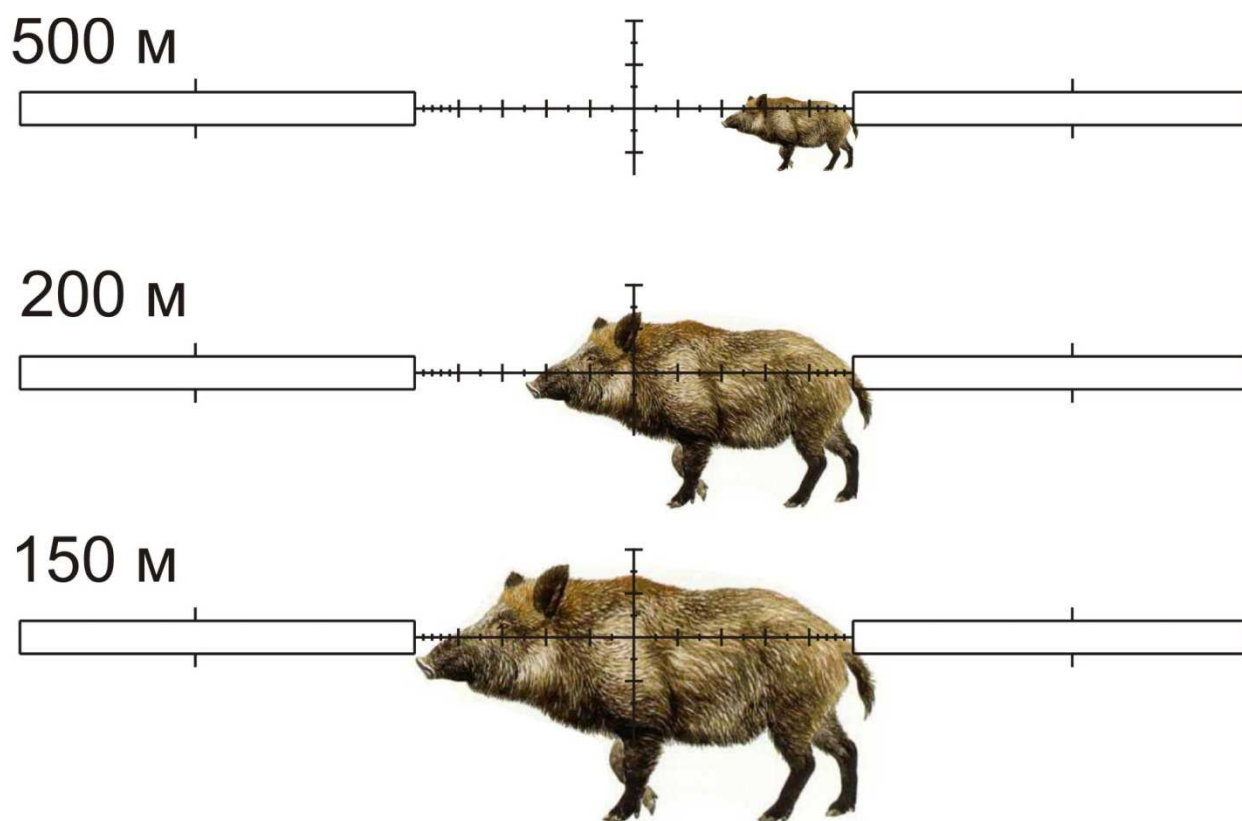

Рис. 3. (см. также таблицу 6)
- 3) Поместите перекрестье прицела так, чтобы одна сторона цели оказалась на риске Mil Dot (см. рис. 3),
На рис. 3 представлен пример оценки расстояния до кабана трофейной длины 1.5 м по сетке Mil Dot.
(\*) – смотри соответствие на рис. 3.